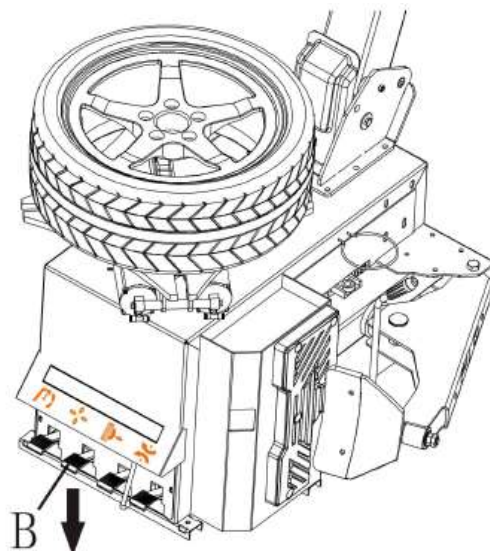

Abb. 30
- Bei asymmetrischen Felgen ist das Rad so hinzulegen, dass die schmale Seite der Felge nach oben gerichtet ist (Abb. 30).